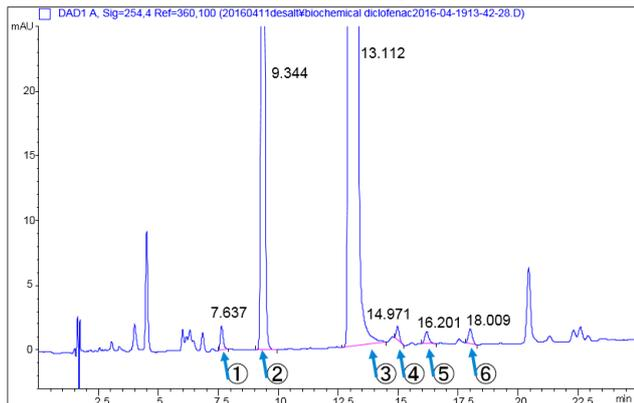

Fig. 2 UV 検出のクロマトグラムとターゲットピーク
日光を照射したジクロフェナクを分析したところ、UV 検出のクロマトグラムで不純物ピークが認められました (Fig.2)。そこで、クロマトグラム上に矢印で示した溶出時間にバルブを動作させ、フラクションを揮発性移動相の系に移送し MS 検出を行いました。最も近接しているピークは④と⑤のピークで約 1.2 分離れて溶出していました。